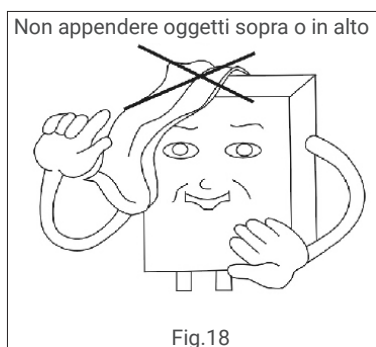

Fig.18
- Non mettere asciugamani o vestiti sopra lo scaldabagno. (Fig. 18).